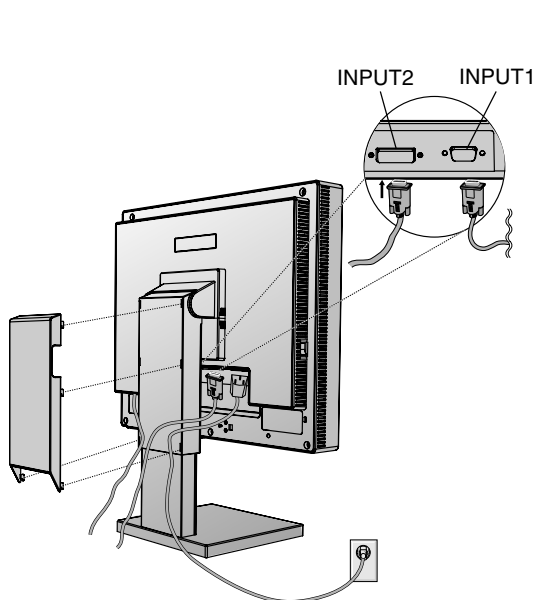
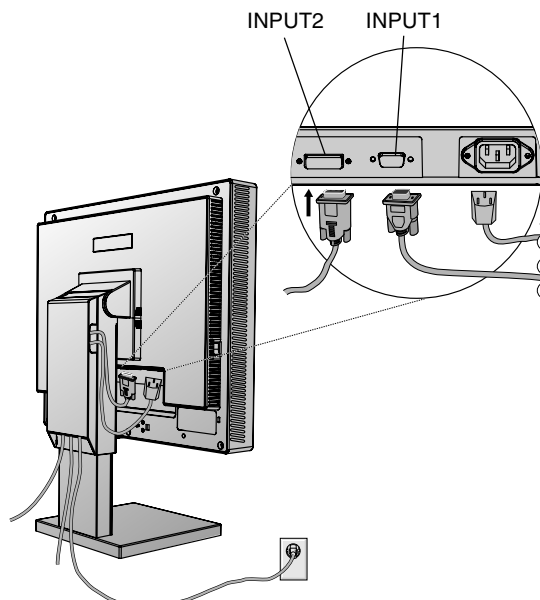

Figure C.1
Figure C.2
3. **Pour un PC ou un Mac équipé d'une sortie numérique DVI :** Connectez le câble signal DVI au connecteur à l'arrière du moniteur. Placez le câble de signal vidéo (**Figure C.1**). Ne connectez que le DVI à l'entrée 2.
Pour un PC équipé d'une sortie analogique : Connectez le mini-connecteur D-SUB à 15 broches du câble vidéo au connecteur à l'arrière du moniteur. Placez le câble de signal vidéo (**Figure C.1**). Ne connectez à l'entrée 1 que le miniconnecteur D-SUB à 15 broches.
Rassemblez les câbles et maintenez-les à l'arrière du support (**Figure C.1**). Recouvrez les câbles avec le cache-câbles fourni en option (**Figure C.2**).
4. Connectez une extrémité du cordon d'alimentation à l'arrière du moniteur et l'autre à la prise de courant (**Figure C.1**).